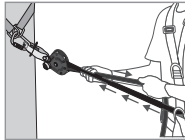
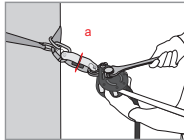

Fig 3
Fig 4
Dopo aver terminato l'installazione della linea di vita, tirare manualmente la corda (dal lato del nodo all'estremità —Fig. 3) in modo da effettuare una preregolazione della tensione. La camma (8) e la leva della camma (4) entreranno automaticamente in contatto con la corda. Abbassare la leva della camma (4), quindi, servendosi di una chiave adeguata, tendere l'asse di regolazione della tensione (1) fino a quando la rondella indicatore di tensione (a) posta sull'indicatore di tensione (2) non ruoterà liberamente (Fig. 4). Non appena la rondella ruota liberamente, SMETTERE DI SERRARE! La tensione applicata corrisponde a una pretensione della linea di circa 1 kn. Durante l'uso controllare periodicamente la tensione (rotazione della rondella indicatore di tensione) e, se necessario, regolarla come indicato sopra.